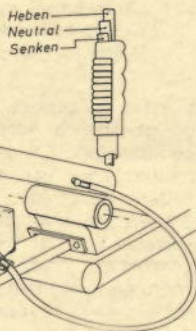

Abb. 30
3.12 Die Handhydraulikpumpe (Abb. 30)
Wenn kein Schlepperhydraulikanschluß vorhanden, kann eine Handpumpe geliefert werden. (Abb. 30)
3.12 Hydraulic Pump (Fig. 30)
If no hydraulic connection is available on the tractor, a manual pump can be supplied (Fig. 30).
3.12 La pompe à main hydraulique (fig. 30)
S'il n'y a pas de raccordement au circuit hydraulique pour la remorque, nous pouvons fournir une pompe à main (fig. 30).
3.12 La pompa idraulica a mano (fig. 30)
Se non vi è a disposizione una presa idraulica nel trattore può essere fornita una pompa a mano (fig. 30).
3.12 De hydraulische handpomp (afb. 30)
Indien de trekker geen hydraulische aansluiting zou hebben, kan er een hydraulische handpomp meegeleverd worden (afb. 30).